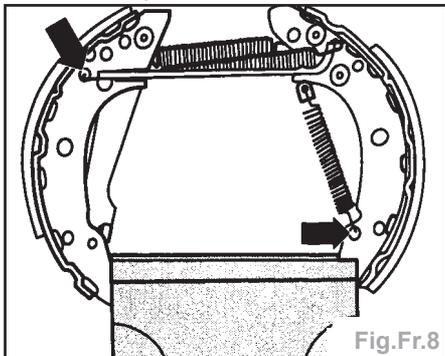

Fig.Fr.8
- Déposer le ressort de traction de la clavette (Fig.Fr.8).